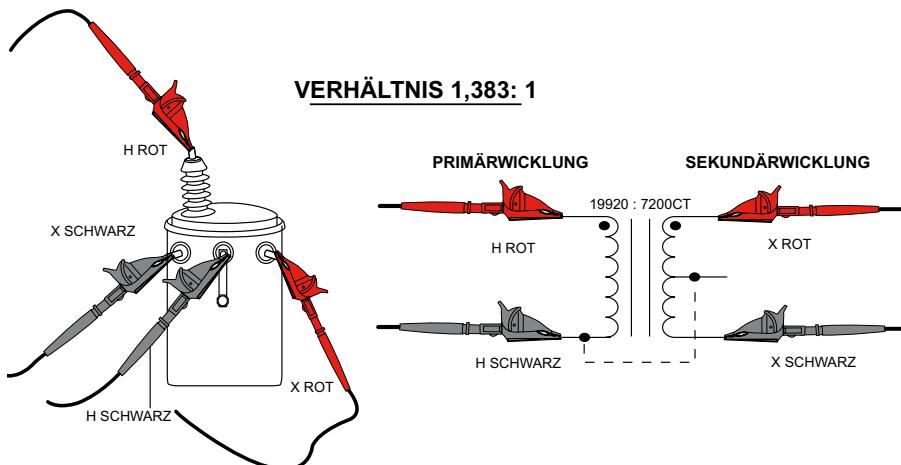

Abb. 5-2
1. Die Leitungen der Primärwicklung (H) und Sekundärwicklung (X) an den DTR® 8510 und an den überprüften Transformator anschließen (siehe Abb. 5-2).